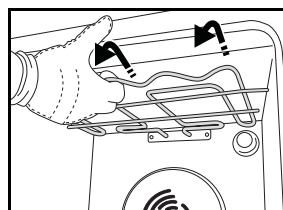
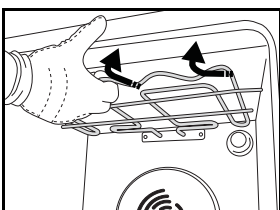

Fig.6
Fig.7
2. Træk let ud i varmelementet (Fig.6), og sænk det (Fig.7).